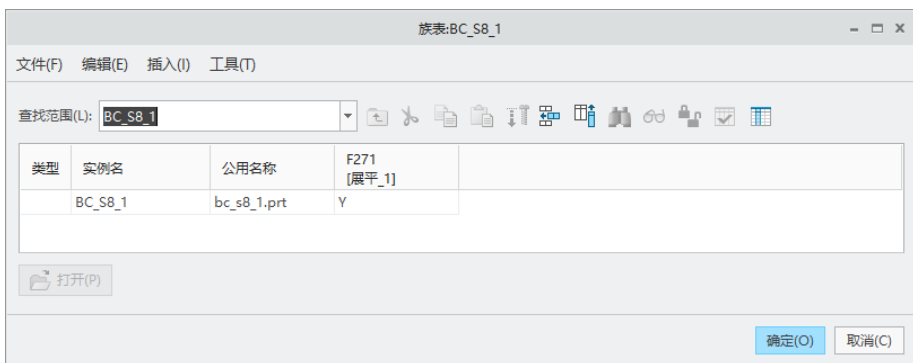

图 8-14 “族表: BC_S8_1”对话框
(4) 在模型树中单击“展平 1”特征, 然后在菜单管理器的“选择特征”菜单中选择“完成”命令。
(5) 单击“族项, 类属模型: BC_S8_1”对话框中的“确定”按钮, 返回到“族表: BC_S8_1”对话框, 此时系统便自动添加一个普通模型实例, 并多了一个“展平”列, 如图 8-14 所示。